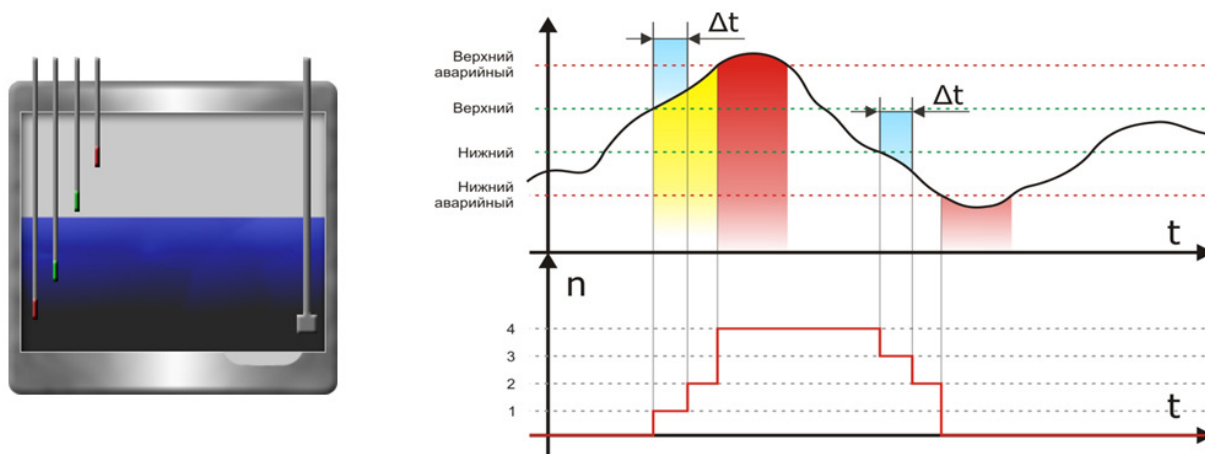

Рис.2. Алгоритм работы по сигнализаторам
Пуск насоса выполняется нажатием зеленой кнопки на poste управления «Пуск-Стоп» (рис.2 (10)). При запуске насоса загорается сигнальная лампа (рис.2 (11)).
Для остановки насоса нажать кнопку «Стоп» на poste управления «Пуск-Стоп» (рис.2 (12)). После полной остановки насоса сигнальная лампа гаснет.